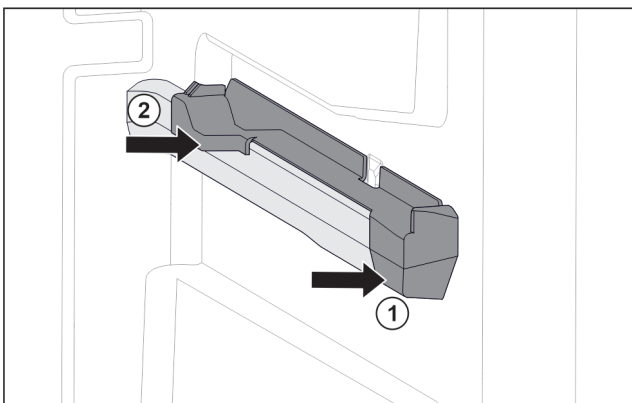

Fig. 129 Aufsteckteil auf der rechten Behälterrippe
- ▶ Aufsteckteil vorne an Behälterrippe ansetzen. Fig. 129 (1)
- ▶ Aufsteckteil hinten andrücken. Fig. 129 (2)